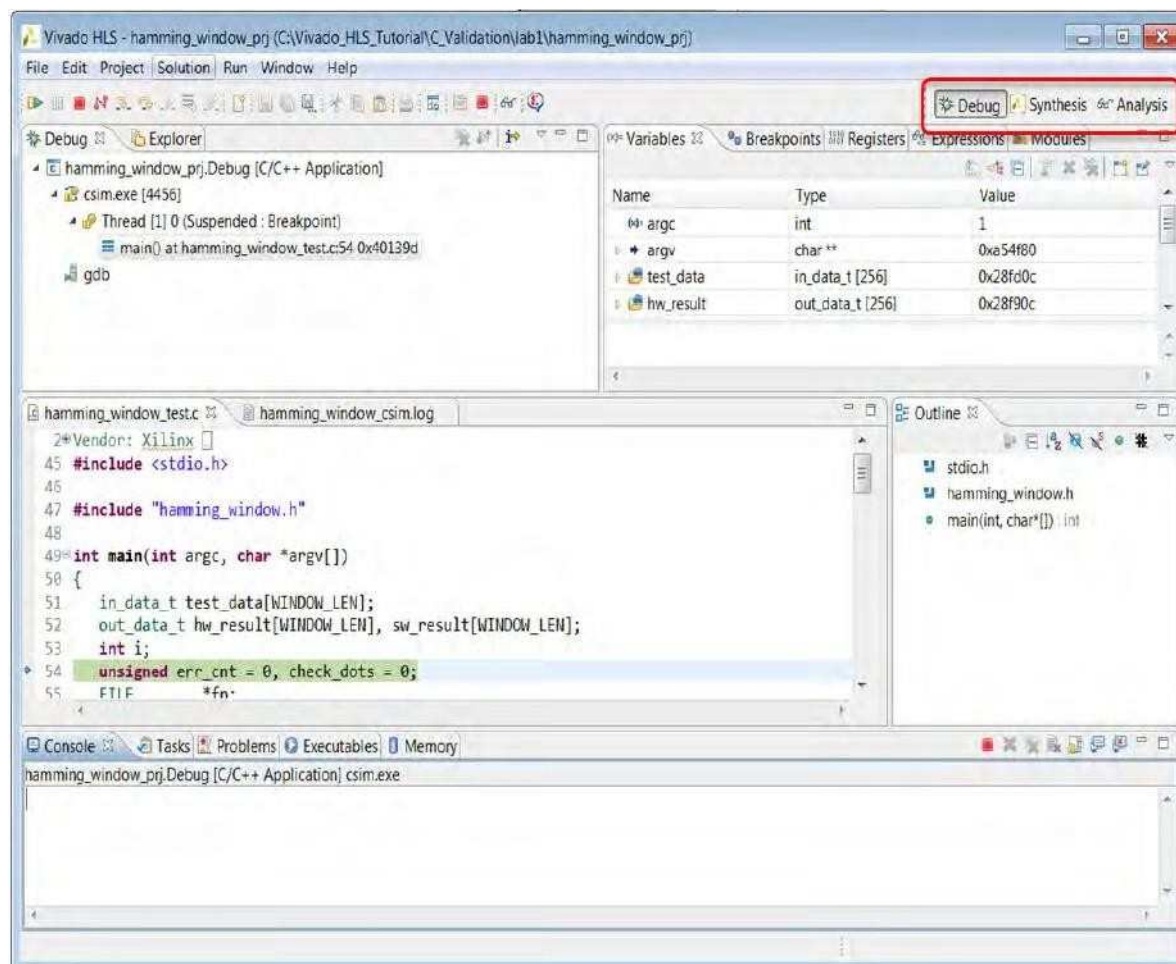

图3-7:HLS 调试透视图
启动调试器选项编译C代码，然后打开调试环境，如图3-7所示。在进行之前，请注意以下几点：
- 在图 3-7 的右上角高亮显示，您可以看到透视图已经从综合法更改为 **Debug**。随时单击透视图按钮返回综合环境。